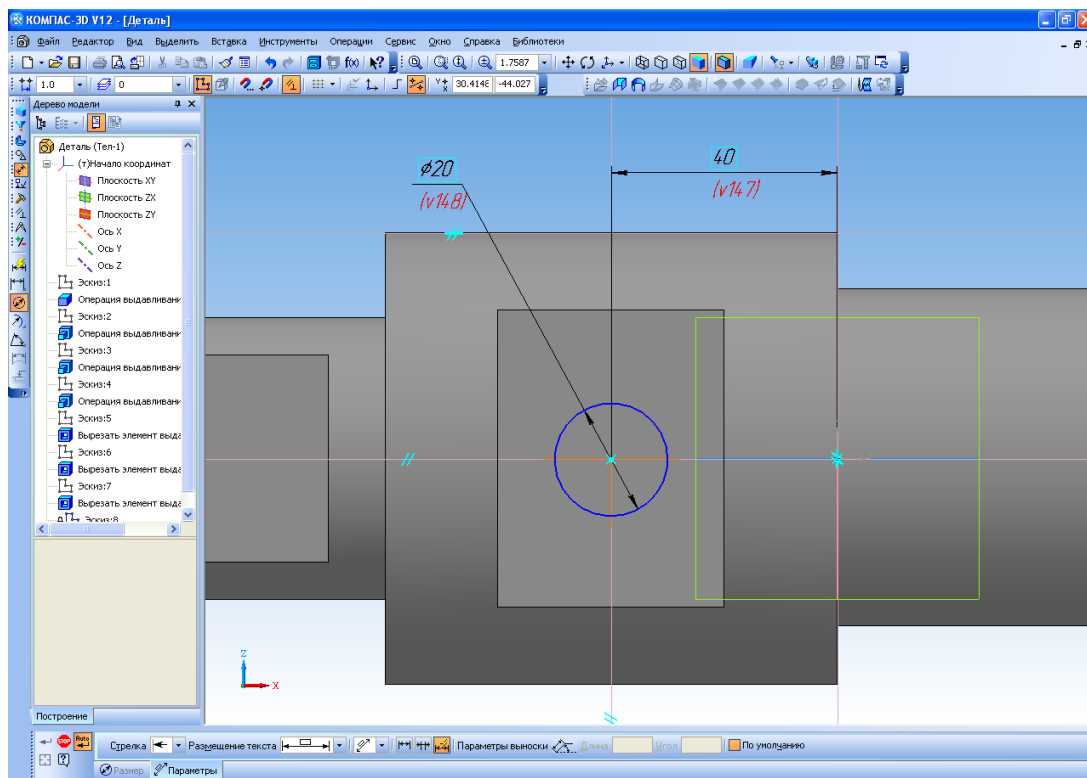

Рисунок 25
2. Проведите осевые линии из начальной точки и создайте эскиз окружности (рисунок 25).